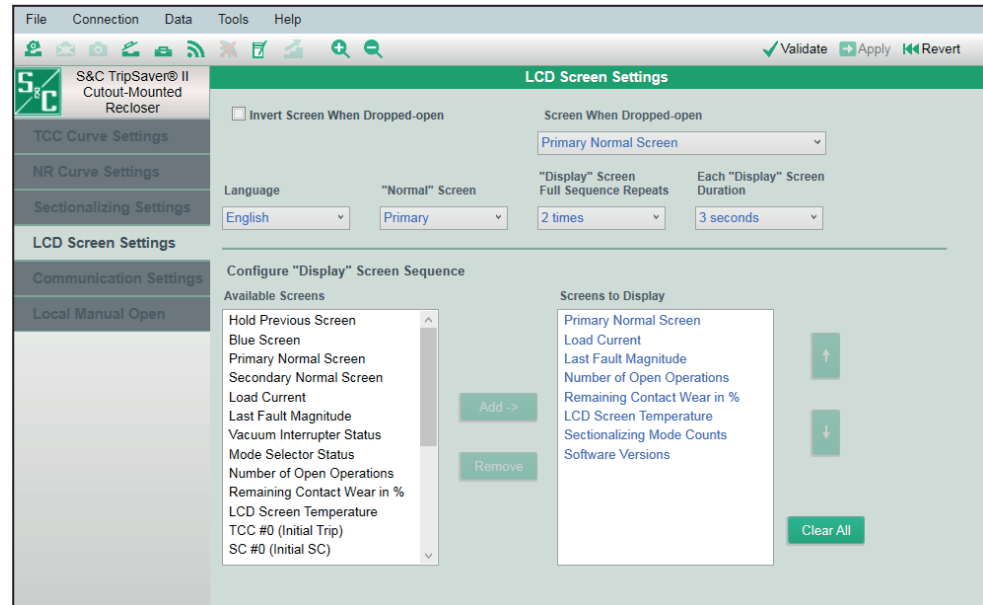

Figura 108. *LCD Screen Settings* (*Ajustes de Pantalla LCD*).
Utilice *LCD Screen Settings* (*Ajustes de Pantalla LCD*) en la pantalla para seleccionar sus pantallas deseadas de una lista de rubros disponibles para la pantalla de Display LCD. Ver la Figura 108.
**Normal Screen (Pantalla Normal)**. Seleccione de la lista. Están disponibles dos opciones de Pantalla *Normal*. La Pantalla *Normal* es la que está desplegada la mayor parte del tiempo. Ver la Figura 108 y la Tabla 1 en la página 77.
**“Display” Screen Full Sequence Repeats (Pantalla de “Despliegue” de Repeticiones de Secuencia Completa).** Seleccione el número de veces que se repita la secuencia completa de los rubros de la Pantalla de *Display (Despliegue)*. Ver la Figura 108 en la página 76. La Pantalla de *Display* se inicia por cualquier operación de la palanca SELECTORA DE MODO.
La mitad inferior de esta pantalla de ajustes es donde los rubros de la Pantalla de *Display* son seleccionados. Ver Figura 108 en la página 76